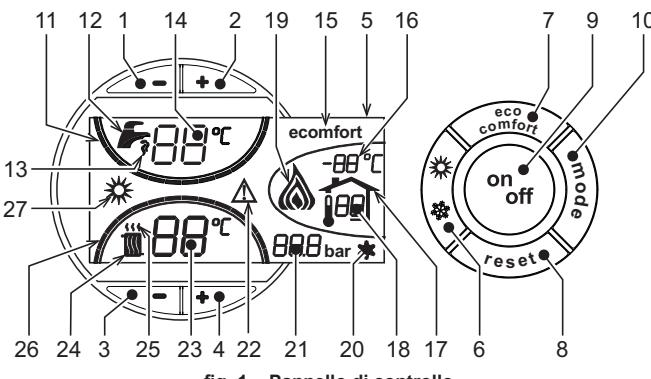
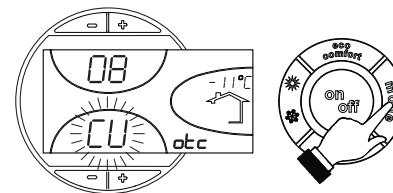

fig. 1 - Pannello di controllo
fig. 11 - Curva di compensazione
La richiesta riscaldamento (generata da Termostato Ambiente o Cronocomando Remoto) è indicata dal lampeggio dell'aria calda sopra il radiatore (part. 24 e 25 - fig. 1).
Le tacche di graduazione riscaldamento (part. 26 - fig. 1), si accendono man mano che la temperatura del sensore riscaldamento raggiunge il valore impostato.
La richiesta sanitario (generata dal prelievo d'acqua calda sanitaria) è indicata dal lampeggio dell'acqua calda sotto il rubinetto (part. 12 e 13 - fig. 1). Accertarsi che sia attiva la funzione Comfort (part. 15 - fig. 1).
Le tacche di graduazione sanitario (part. 11 - fig. 1), si accendono man mano che la temperatura del sensore sanitario raggiunge il valore impostato.
Quando il riscaldamento del bollitore è attivo (impostazione di default), sul display è attivo il simbolo COMFORT (part. 15 - fig. 1), mentre quando è disinserito, sul display è attivo il simbolo ECO (part. 15 - fig. 1).
Il bollitore può essere disattivato dall'utente (modalità ECO) premendo il tasto eco/comfort (part. 7 - fig. 1). Per attivare la modalità COMFORT premere nuovamente il tasto eco/comfort (part. 7 - fig. 1).
Premere il tasto **on/off** (part. 9 - fig. 1) per 1 secondo.
Quando la caldaia viene spenta, la scheda elettronica è ancora alimentata elettricamente. È disabilitato il funzionamento sanitario e riscaldamento. Rimane attivo il sistema antigelo. Per riaccendere la caldaia, premere nuovamente il tasto **on/off** (part. 9 - fig. 1) per 1 secondo.
- Premere il pulsante ON/OFF (9 - fig. 1).
Premere il tasto **estate/inverno** (part. 6 - fig. 1) per 1 secondo.
Il display attiva il simbolo Estate (part. 27 - fig. 1): la caldaia erogherà solo acqua sanitaria. Rimane attivo il sistema antigelo.
Per disattivare la modalità Estate, premere nuovamente il tasto **estate/inverno** (part. 6 - fig. 1) per 1 secondo.
Agire sui **tasti riscaldamento** (part. 3 e 4 - fig. 1) per variare la temperatura da un minimo di 30 °C ad un massimo di 80 °C.
Agire sui **tasti sanitario** (- +) (part. 1 e 2 - fig. 1) per variare la temperatura da un minimo di 10°C ad un massimo di 65°C.
Quando viene installata la sonda esterna (opzionale) sul display del pannello comandi (part. 5 - fig. 1) è visualizzata l'attuale temperatura esterna rilevata dalla sonda esterna stessa. Il sistema di regolazione caldaia lavora con "Temperatura Scorrevole". In questa modalità, la temperatura dell'impianto di riscaldamento viene regolata a seconda delle condizioni climatiche esterne, in modo da garantire un elevato comfort e risparmio energetico durante tutto il periodo dell'anno. In particolare, all'aumentare della temperatura esterna viene diminuita la temperatura di manda impianto, a seconda di una determinata "curva di compensazione".
Con regolazione a Temperatura Scorrevole, la temperatura impostata attraverso i tasti riscaldamento (- +) (part. 3 e 4 - fig. 1) diviene la massima temperatura di manda impianto. Si consiglia di impostare al valore massimo per permettere al sistema di regolare in tutto il campo utile di funzionamento.
Premendo una volta il tasto **mode** (part. 10 - fig. 1) viene visualizzata l'attuale curva di compensazione (fig. 11) ed è possibile modificarla con i **tasti sanitario** (part. 1 e 2 - fig. 1).